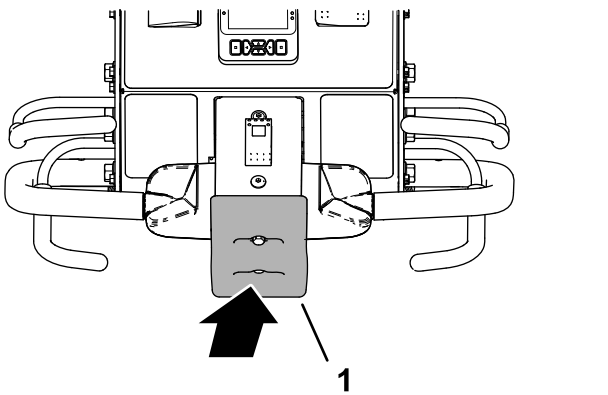

Figura 36
2. Sujetando la barra de control de presencia del operador y el control de tracción, toque el interruptor de parada de emergencia (Figura 36).